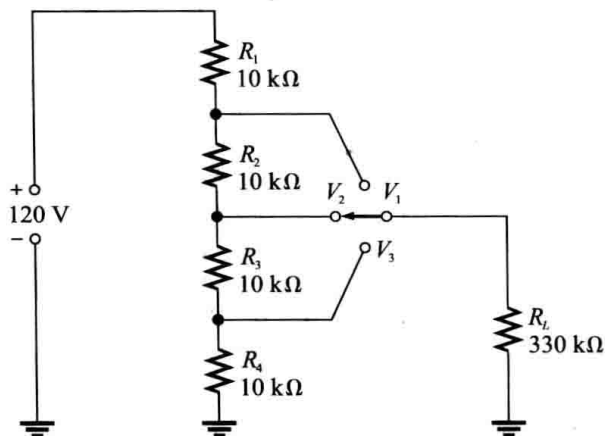

图 6-99
53. 图 6-99 的分压器有一个切换负载, 对于开关的每个位置确定各个抽头的电压 (V_1 、 V_2 和 V_3)。